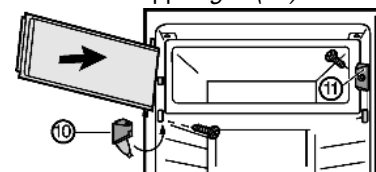

Fig. 7*
- ▶ Montare l'elemento di chiusura Fig. 7 (11).*
- ▶ Montare il blocco di supporto Fig. 7 (10) e chiudere il coperchio.*